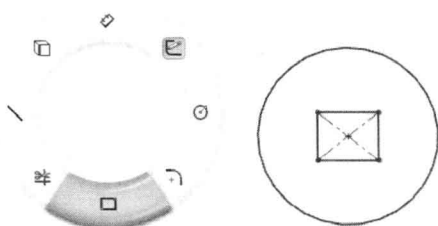

图1-12
5. 绘制矩形。在鼠标笔势中单击鼠标右键并向下拖动鼠标指针选择矩形工具 $\square$ ，在属性管理器中选择 $\square$ ，绘制矩形，如图 1-12 所示。